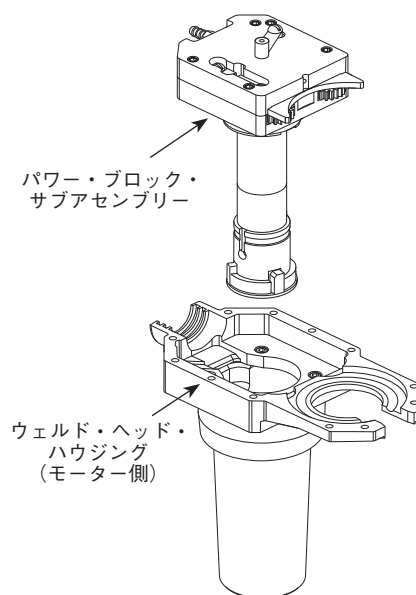

図 34：パワー・ブロック・サブアセンブリーを取り外す
8. パワー・ブロック・サブアセンブリーを持ち上げて、モニター側ウェルド・ヘッド・ハウジングから取り外します。図 34 をご参照ください。